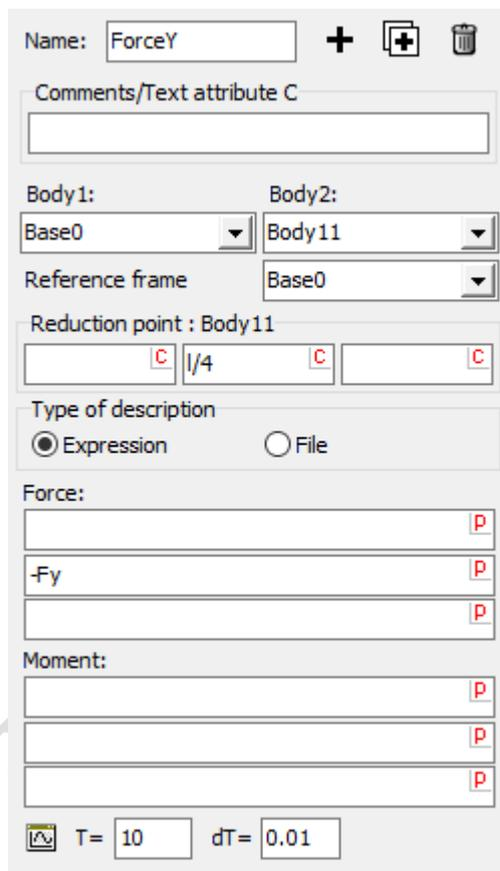

图 3.15 设置 T-Force
- 在 **T-forces** 交互界面选择 **Base0** 作为第一物体，选择 **Body11** 作为第二物体，参考系选择 **Base0**。力的作用点坐标为  $(0, 1/4, 0)$ ，并在 **Force** 框设置横向力 **-Fy**，如图 3.15 所示。